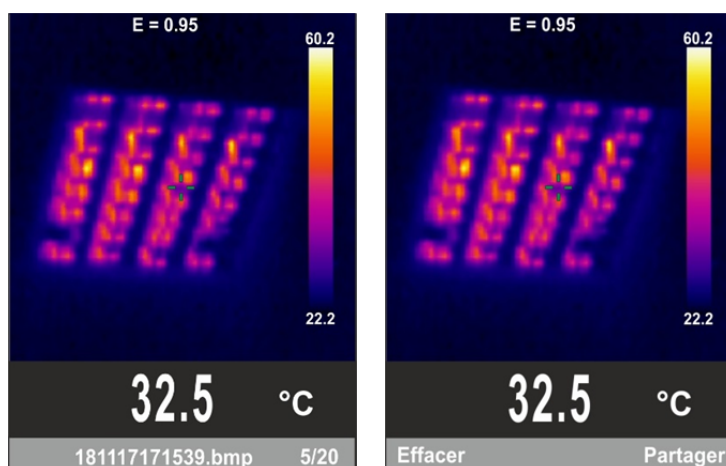

Fig. 7 : Ouverture, suppression et partage de l'image à l'écran
14. Utiliser les touches ▲ ou ▼ et la touche **OK** pour la sélection de l'option « Ouverture photo ». La page-écran de la Fig.7 – partie gauche (correspondant à la dernière image enregistrée) est montrée à l'écran :
16. Pour supprimer l'image appuyer sur la touche gâchette **T** sur l'image ouverte. La page-écran de la Fig.7 – partie droite est montrée à l'écran. Appuyer de nouveau sur la touche **T** pour quitter la fonction